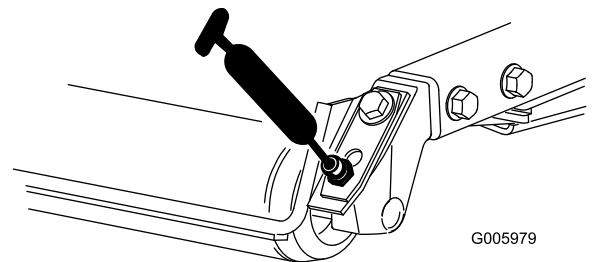

図 55
- 図 55に示す、後ローラのベアリングカッティングユニット 1 台に 2 ヶ所